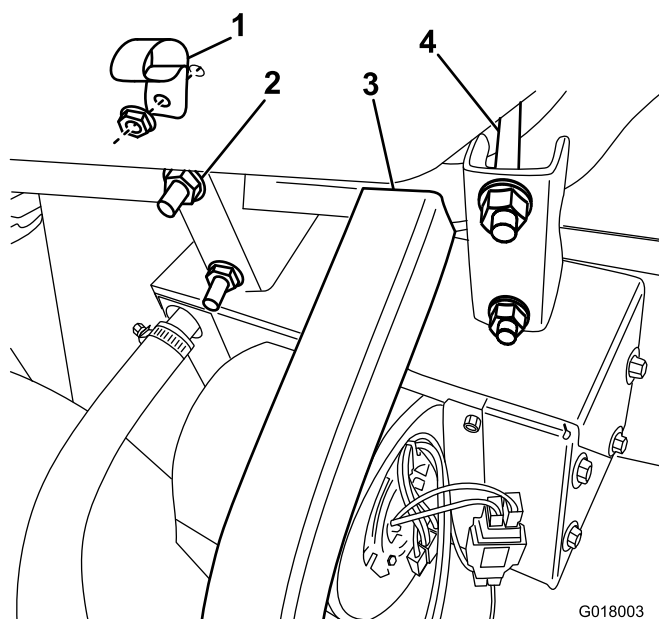

図 16
3. ヒーターとブラケットのアセンブリを、前フレームチューブに取りつける四角ボルトとフランジナットキットの付属品を使用し、Uフレームに軽く押し当てる程度に固定する図 16。
4. グローブボックスにR-クランプを取り付けるフランジヘッドねじとナットを使用する図 16。